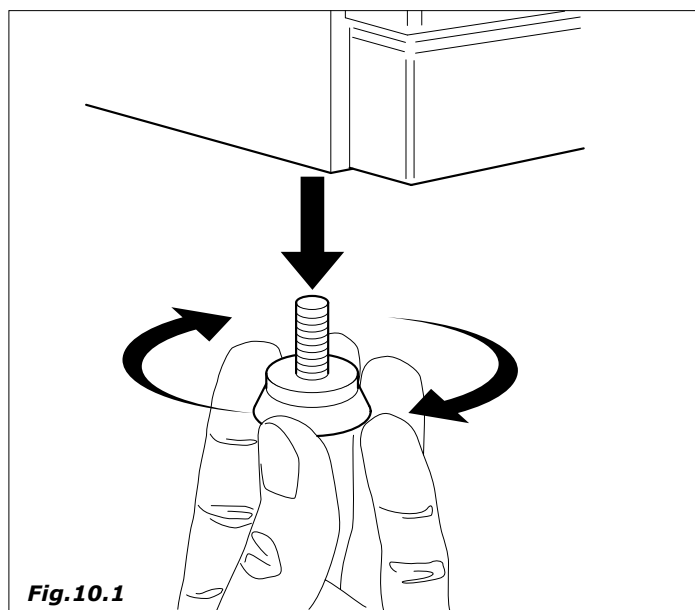

Fig.10.1
- quitar los 4 pies montados en el modelo de mesa (Fig. 10.1)